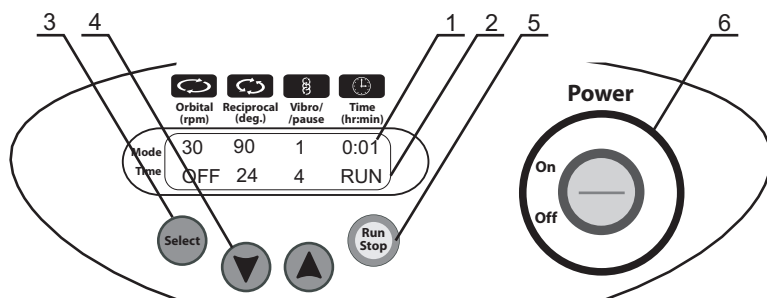

Рис. 2. Панель управления
- 4.1. Подключите внешний блок питания к сети и включите прибор с помощью сетевого выключателя **Power** (рис. 2/6) (положение **On**).
- 4.4. Нажмите кнопку **Run Stop** (рис. 2/5) для запуска программы. Начнется движение платформы, и на дисплее появится соответствующая индикация (RUN (рис. 2/2) и меняющиеся значения времени текущего режима).
- 4.5. Если интервал общего времени работы не установлен, и на индикаторе таймера (рис. 2/1) высвечивается OFF, то нажатие кнопки **Run Stop** переводит прибор в продолжительный режим работы до тех пор, пока не будет повторно нажата кнопка **Run Stop**.
- 5.1. Нажатием кнопки **Select** (рис. 2/3) выберите параметр, который необходимо изменить (каждое нажатие кнопки **Select** последовательно активирует параметры режимов в цикле). Активный параметр обозначается мигающей индикацией.
Используйте кнопки ▲ и ▼ (рис. 2/4) для установки соответствующих значений. Если кнопка удерживается нажатой более 2 с, скорость смены значений увеличивается.